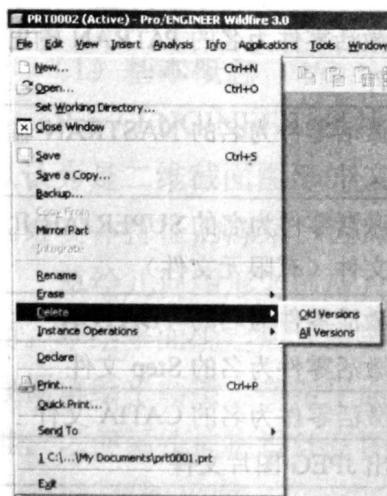

图 1-24 删 除旧版本
③ 激活窗口。Pro/ENGINEER Wildfire 4.0 是多窗口处理软件，它可以同时打开多个模型窗口。但是，它每次只能处理一个模型。当前所处理的窗口即为激活窗口。若要激活一个窗口，可直接在【Window】主菜单中选择该文件。
④ 删除文件。在【File】主菜单中选择【Delete（删除）】项，将显示如图 1-24 所示的下拉菜单。